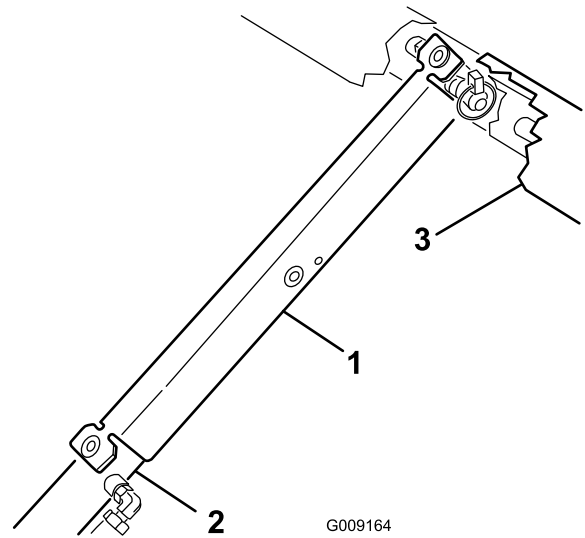

Figura 7
- Empuje el soporte de la plataforma sobre el pistón, asegurándose de que los extremos del soporte descansan sobre el extremo del cilindro y sobre el extremo del pistón (Figura 7).